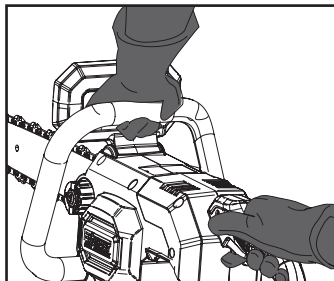

Fig. 18
1. S'assurer que le frein de chaîne est désengagé. Désengager le frein de chaîne en tirant la protection avant (levier de frein de chaîne) (3) vers la poignée avant (2).
2. Placer le produit sur une surface plane adaptée. S'assurer que la chaîne (8) ne touche pas la surface ou d'autres objets.
3. Installer la batterie (21).
4. Tenir le produit avec la main gauche sur la poignée avant (2) et la main droite sur la poignée arrière (1) (Fig. 18).
5. Appuyer sur le bouton de déverrouillage (14), puis sur l'interrupteur marche/arrêt (15) pour mettre le produit sous tension et attendre qu'il fonctionne à pleine vitesse.
6. Lorsque le moteur tourne, activer le frein de chaîne en inclinant la main gauche vers l'avant, contre le protège-main avant (levier de frein de chaîne) (3). La chaîne (8) doit s'arrêter immédiatement.